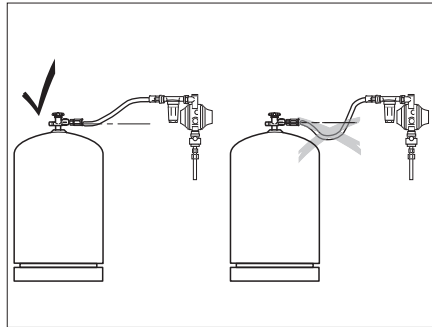

Fig. 249 Pose du tuyau flexible haute pression
- ▷ Lors de la pose du tuyau flexible haute pression, veiller à ce que le flexible soit en montée continue (Fig. 249).